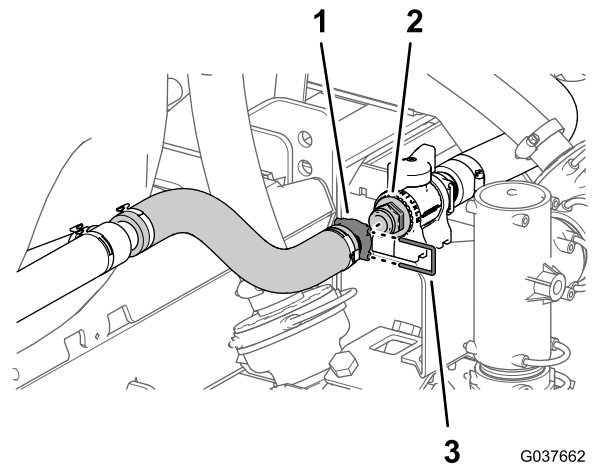

Рисунок 57
- Установите прямой штуцер типа «елочка» узла сопел перемешивания на быстроразъемный соединитель дроссельного клапана перемешивания с помощью держателя, поставляемого вместе с шлангом перемешивания в сборе (Рисунок 57).